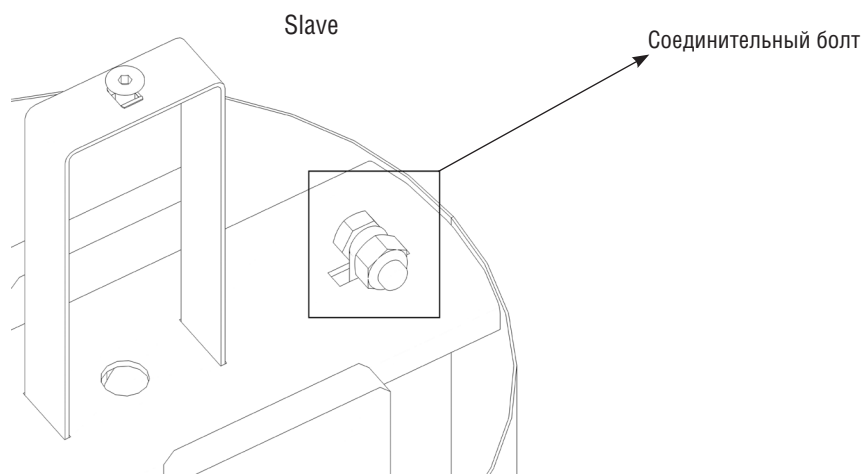

Рис. 1
- Перевести устройство в открытое положение и прикрепить другой конец цепи к устройству Slave при помощи соединительного болта, поставляемого в комплекте с устройством, как показано на рисунке (Рис.1).